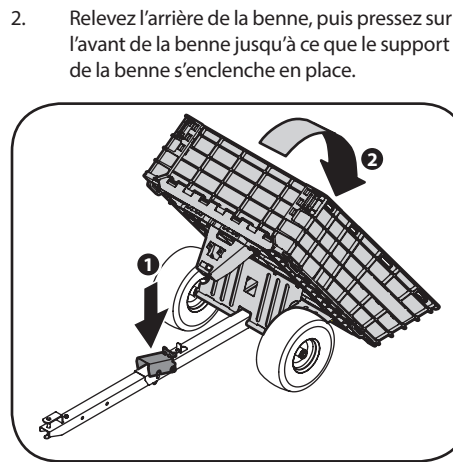

Figure 5-2
1. Le contenu de la remorque peut être déchargé à l'aide de la pédale de déchargement qui se trouve sur l'attache de remorque. Voir Figure 5-2.